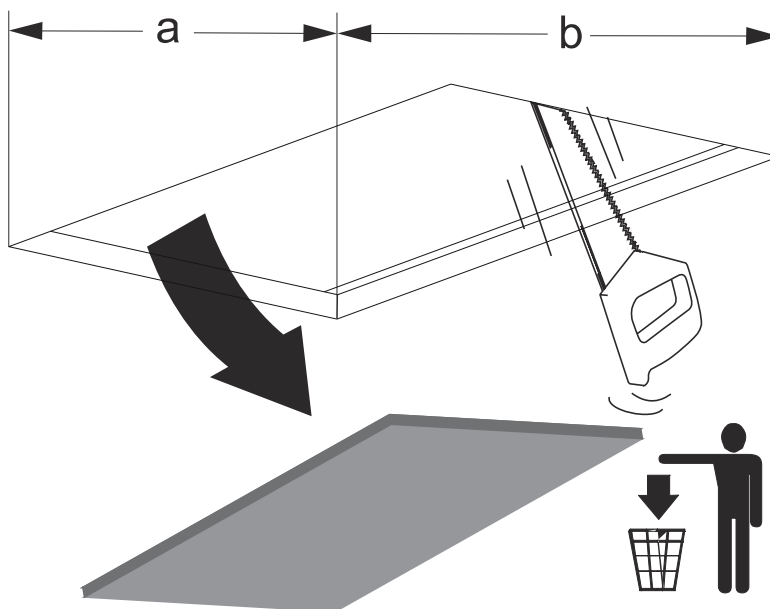

Fig. 8
1. ➤ Fastgør Ø150mm aftræksstudsens ovenpå motoren med 2 stykker 3,5x9,5 skrue. (Fig. 8).